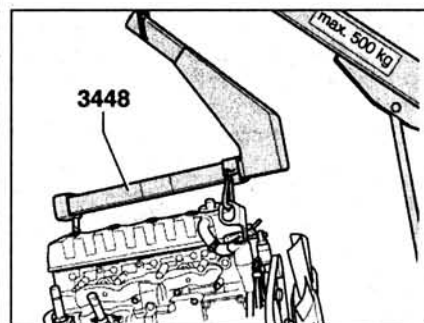

Рис. 2.26. Снятие двигателя с помощью подъемника 3448.
28. Вывесьте двигатель с помощью подъемника 3448 (рис. 2.26). Открутите болты крепления опор двигателя в моторном отсеке с обеих сторон, поднимите двигатель и снимите его.